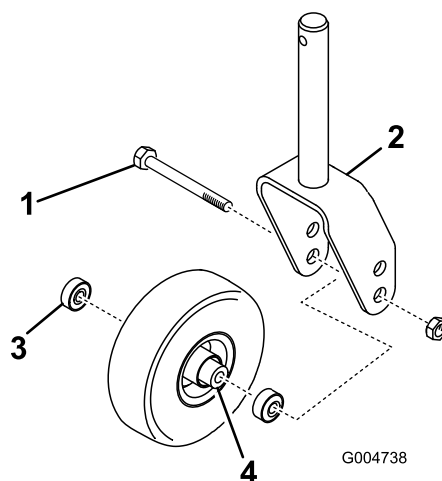
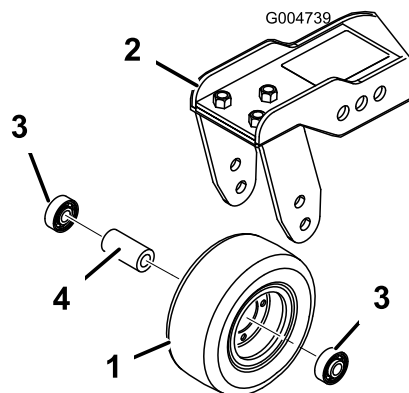

Figure 112
Figure 113
1. Retirez le contre-écrou du boulon qui fixe la roue pivotante entre la fourche (Figure 112) ou le bras de la roue pivotante (Figure 113).
2. Enlevez le roulement du moyeu de la roue et laissez tomber la douille d'écartement à l'extérieur (Figure 112 et Figure 113).